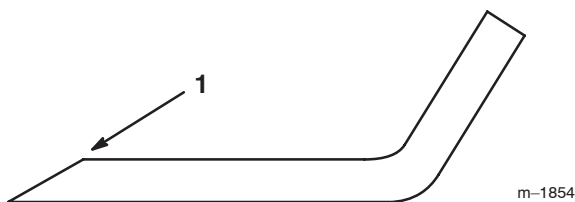

Figure 27
1. Au moyen d'une lime, aiguisiez les tranchants aux deux bouts de la lame (Fig. 27) en veillant à conserver l'angle de coupe d'origine.